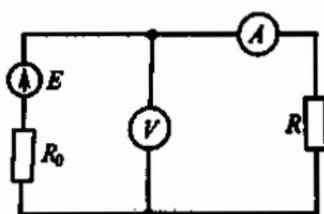

Рис. 6
1.10. Р. Каково внутреннее сопротивление R_0 источника электрэнергии на рис. 6, если при токе нагрузки 5 А вольтметр показывает 48 В, а при токе 10 А — 46 В?